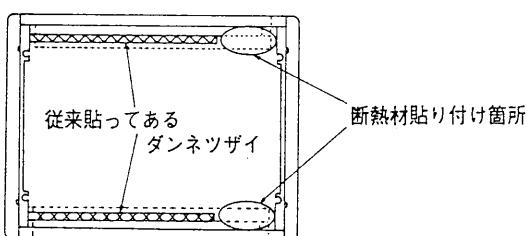

図3 パネル裏面
- パネルを取付ける前にパネルに付属されている断熱材を貼り付けてください。ただし、ワンランクアップのパネルには断熱材の貼り付けは不要です。(図3)